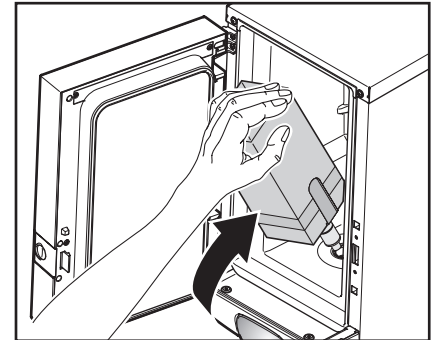

Fig. 20
7. Sæt produktpakken ind (fig. 20).